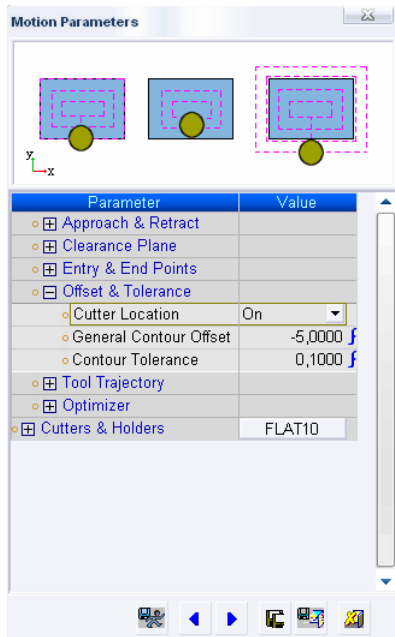

Рисунок 30 - Параметры эквидистанты и допуск
- эквидистанты и допуска (рисунок 30): положение инструмента на эквидистанте, расстояние до эквидистанты -5 мм, допуск по форме контура 0,1 мм;